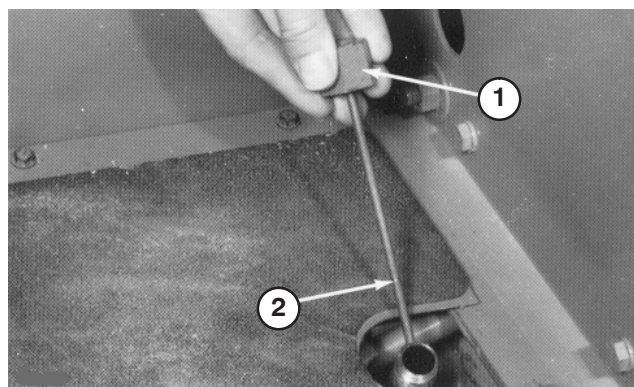

Figure 26
2. Dévissez le bouchon-jauge (Fig. 26) du goulot de remplissage et essuyez la jauge sur un chiffon propre. Vissez le bouchon-jauge à la main dans le goulot de remplissage. Sortez de nouveau la jauge et vérifiez le niveau d'huile. Si le niveau est à plus de 13 mm de la rainure sur la jauge (Fig. 26), versez une quantité d'huile suffisante pour faire monter le niveau jusqu'à la rainure. **Ne remplissez pas excessivement.** Le niveau ne doit pas monter à plus de 13 mm au-dessus de la rainure.